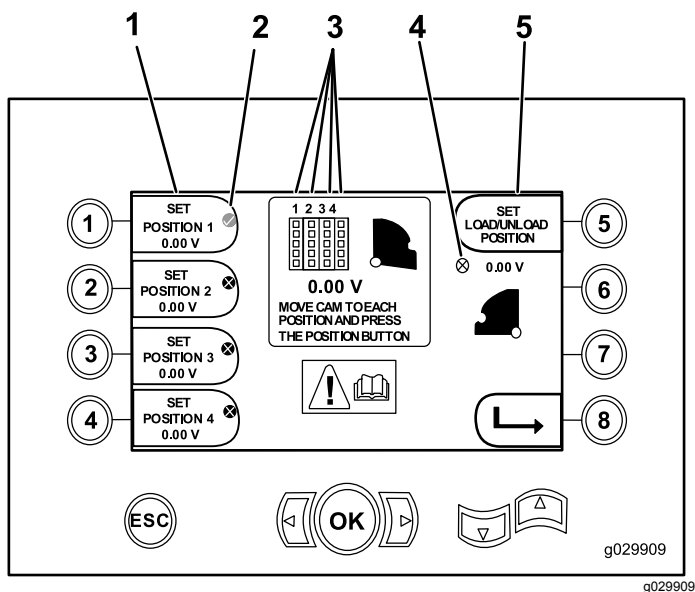

Bild 18
- Taste 1: Position 1 einstellen (Bild 18)
- Taste 2: Position 2 einstellen (Bild 18)
- Taste 3: Position 3 einstellen (Bild 18)
- Taste 4: Position 4 einstellen (Bild 18)
Drücken Sie die Taste 5 (Bild 18), um die Lade- oder Entladeposition einzustellen.